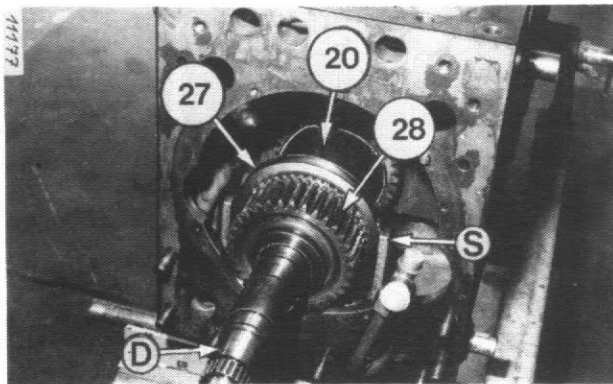

Figure 110
Levez l'arbre intermédiaire avant (D) pour engager le bloc de synchronisation (27) dans la fourchette (S) et engagez le manchon d'accouplement (20) Fig. 110.